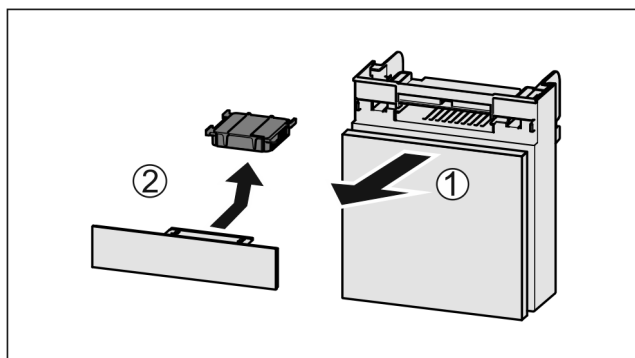

Fig. 254
- Estrarre il vano tirando in avanti Fig. 254 (1).
- Rimuovere il filtro a carboni attivi Fig. 254 (2).